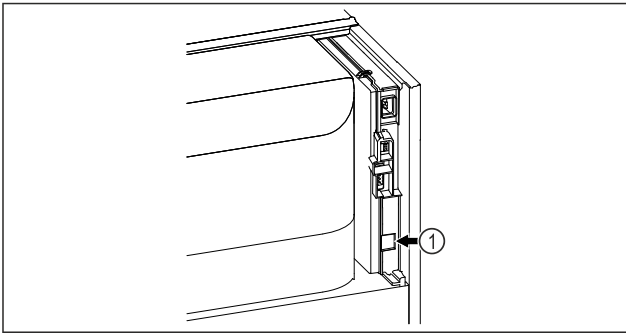

Fig. 132
- ❑ SmartModule Fig. 132 (1) установлен.